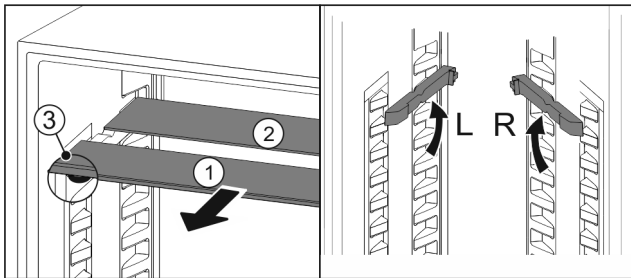

Fig. 46
- ▶ Издърпайте Fig. 46 (1) поотделно стъклените плочи напред.
- ▷ Стъклената плоча Fig. 46 (1) с декоративната лайсна е отпред.
- ▷ Ограничителите Fig. 46 (3) сочат надолу.